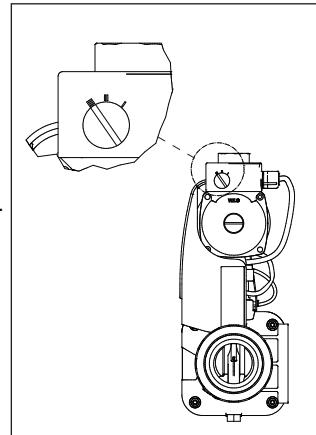

Рисунок 9.
- Установите максимальное значение мощности на циркуляционном насосе теплообменника Aqua MEX-FE (поворнув ручку управления в положение III), см. Рисунок 9.